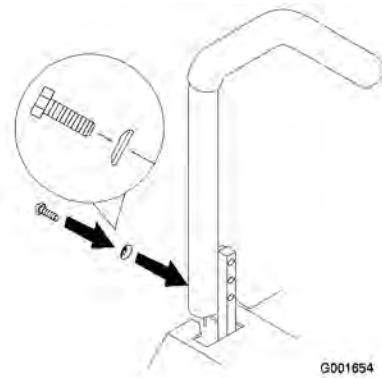

Bild 48
3. Lösen Sie die Schrauben und die gewellten Scheiben, die in den Hebeln installiert sind (Bild 48).